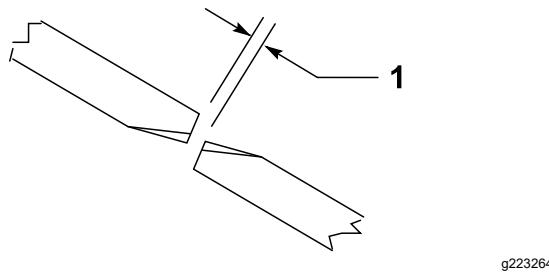

Figura 28
Para asegurar la operación correcta de la unidad de corte, debe haber una separación de entre 10 y 16 mm entre los extremos de las cuchillas de las carcásas de corte laterales y central (Figura 28).
- Gire una cuchilla central y una cuchilla lateral de manera que las puntas estén alineadas. Mida la distancia entre los extremos de las cuchillas (Figura 28).